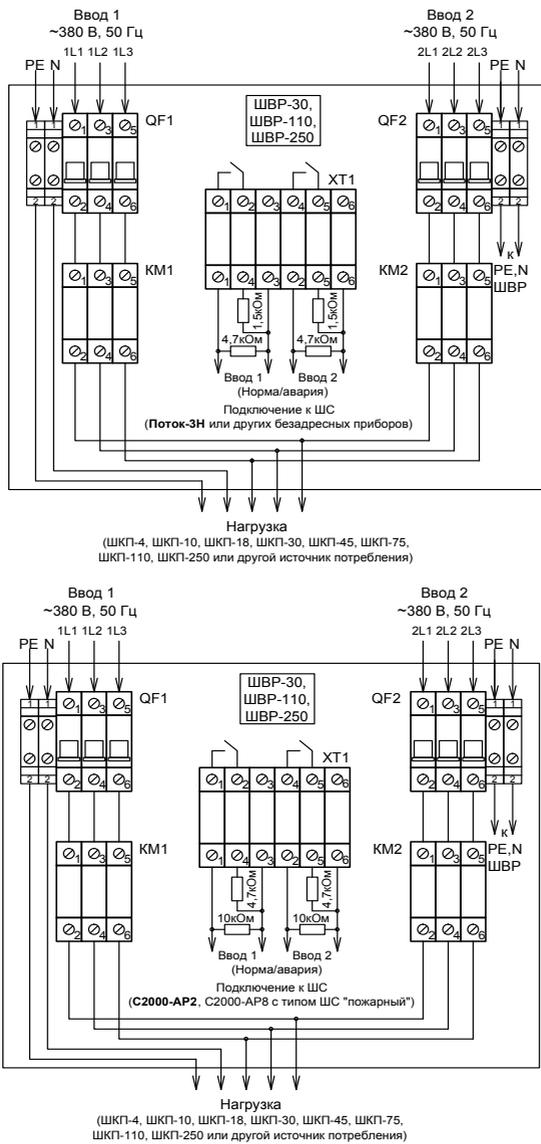

Рисунок 8. Схема подключения шкафов ввода резерва «ШВП-30», «ШВП-110», «ШВП-250»
2. Подключение соединительных линий выполняйте в соответствии с проектной документацией и схемой на рис. 8.